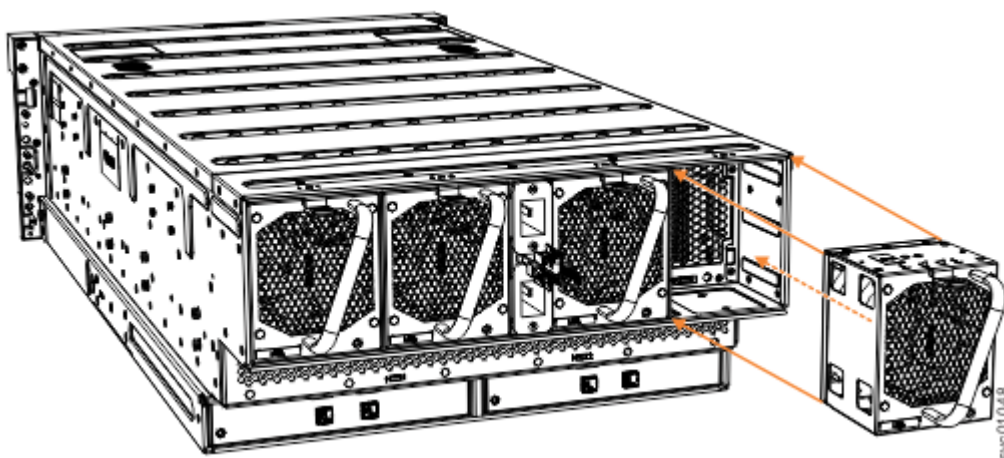

Abbildung 102. Lüftermodul einbauen
2. Setzen Sie das Lüftermodul vorsichtig in das Chassis ein, bis es einrastet (siehe Abbildung 102 auf Seite 88).